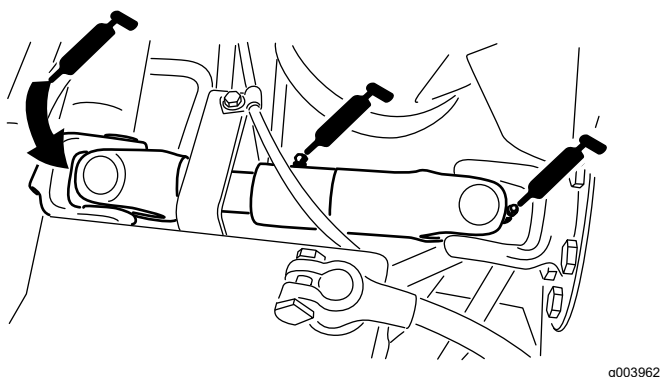

Рисунок 64
- Крестовина карданного вала насоса (3 шт.) — Рисунок 64